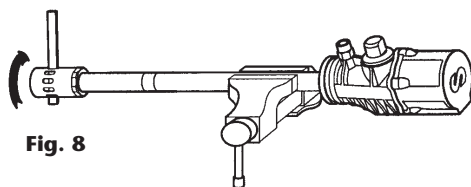

Fig. 8
2. Séparer la crépine de l'ensemble du filtre d'aspiration (voir fig. 8).